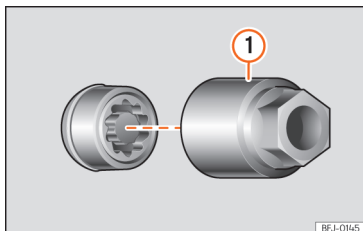

Fig. 225 Șurub roată antifurt cu căpăcel și adaptor.
- Introduceți adaptorul special » » » **fig. 225** ① (trusa de scule » » » **pag. 307**) în șurubul de roată antifurt și apăsați-l complet.